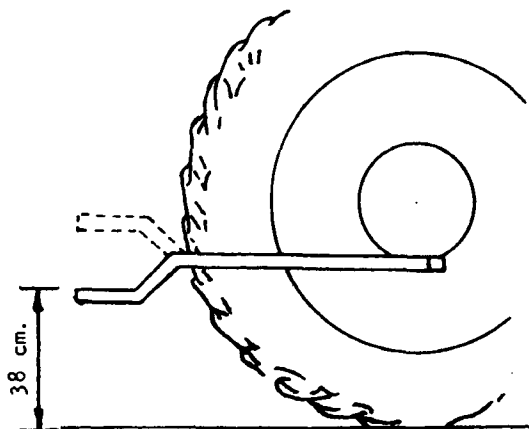

Fig. 3
- permitir diferentes alturas de acoplamento (figs. 3 e 4), invertendo a barra.